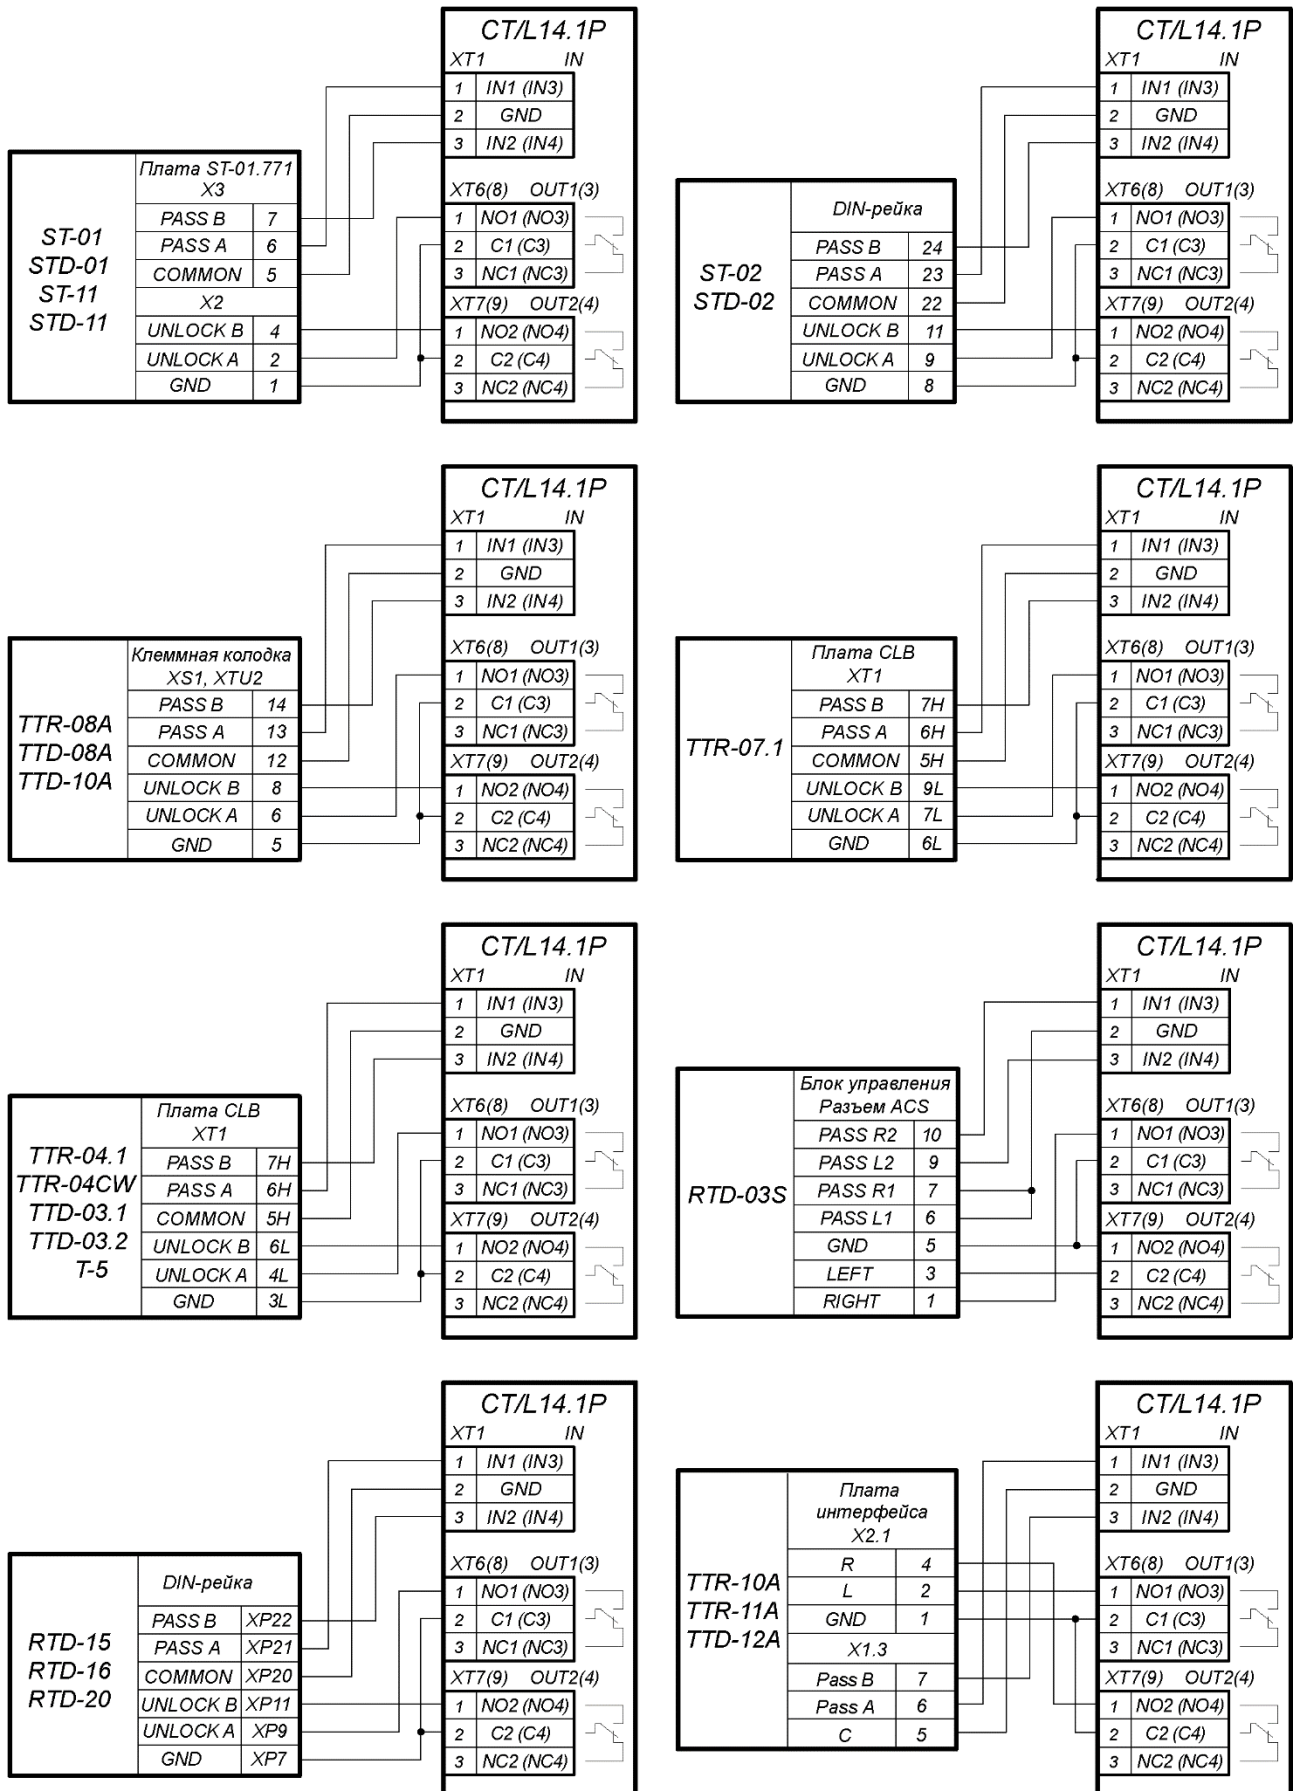

Рисунок 7. Схемы подключений турникетов в варианте конфигурации «Управление турникетом»
2. Турникет (блок управления турникетом) №1 подключается к клеммным колодкам **XT1, XT6, XT7** нижней платы контроллера в соответствии со схемой для данного типа турникета (см. рис. 7).
3. Турникет (блок управления турникетом) №2 подключается к клеммным колодкам **XT1, XT8, XT9** нижней платы контроллера в соответствии со схемой для данного типа турникета (см. рис. 7).